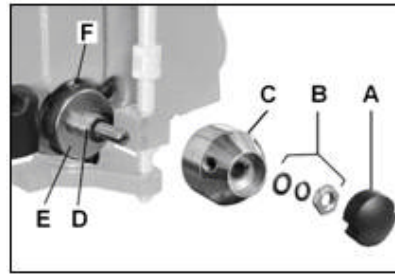

Fig 16
Retirer la plaque de recouvrement (A, Fig 16), l'écrou et les rondelles (B).